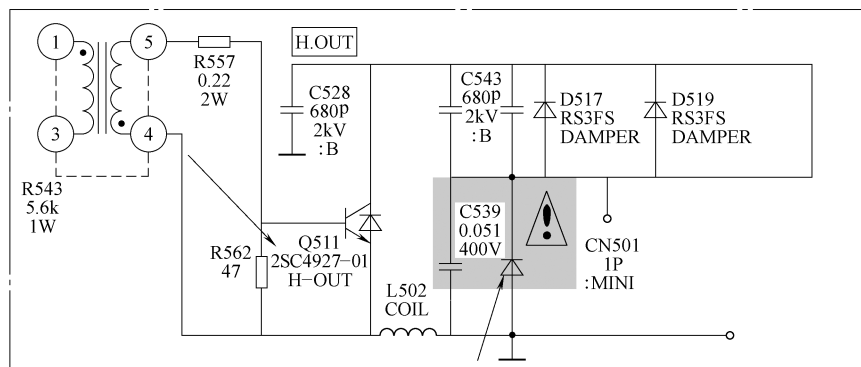

图 5-119 行管 Q511 相关电路截图
- 2) 行管 Q511 相关电路截图如图 5-119 所示。